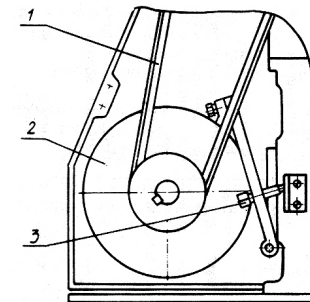

Рис. 14.
Для натяжения ремня (1) (рис. 14) клиноременной передачи от электродвигателя (2) к передней бабке необходимо создать натяг ремня винтом 3.